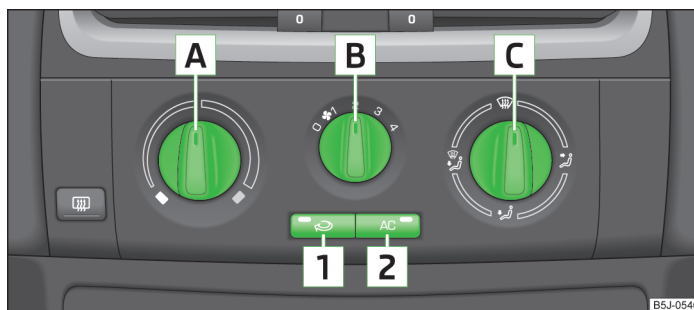

Abb. 83 Klimaanlage: Bedienungselemente
Die Kühlanlage arbeitet nur dann, wenn die Taste **AC** **2** » Abb. 83 auf Seite 80 gedrückt ist und folgende Bedingungen erfüllt sind:
- › Den Drehregler **A** » Abb. 83 nach rechts drehen, um die Temperatur zu erhöhen.
- › Den Gebläseschalter **B** » Abb. 83 in eine der Positionen 1 bis 4 drehen, um das Gebläse einzuschalten.
- › Die Taste **1** drücken, um die Frischluftzufuhr zu schließen » Abb. 83.
- › Mit dem Luftverteilungsregler **C** » Abb. 83 wird die Richtung des Luftaustritts geregelt » Seite 77.
- › Die Taste **AC** **2** » Abb. 83 drücken, in der Taste leuchtet die Kontrollleuchte auf.
- Bedienelemente **A** » Abb. 83 auf Seite 80, **B**, **C** und Tasten **1** und **2**.
» Die Taste ☺ **1** » Abb. 83 auf Seite 80 drücken, in der Taste leuchtet die Kontrollleuchte auf.
» Die Taste ☺ **1** » Abb. 83 auf Seite 80 erneut drücken, die Kontrollleuchte in der Taste erlischt.
Wenn der Luftverteilungsregler **C** » Abb. 83 auf Seite 80 in die Position gedreht wird, wird der Umluftbetrieb automatisch ausgeschaltet. Durch wiederholtes Drücken der Taste ☺ kann auch in dieser Stellung der Umluftbetrieb wieder eingeschaltet werden.